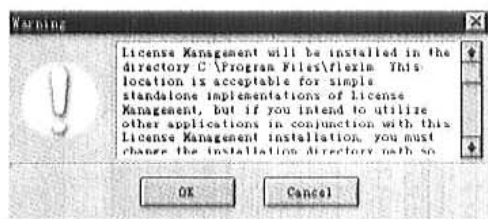
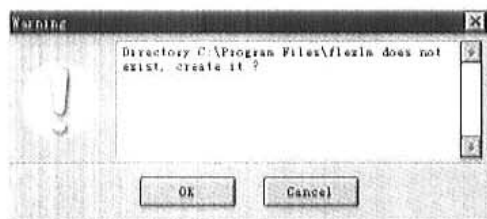

图 1-6 选择路径提示
图 1-7 建立目录提示
(4) 选择路径后, 单击 Next 按钮, 将显示如图 1-6 所示的提示框。单击 OK 按钮接受建议, 将显示如图 1-7 所示的提示框, 告诉用户路径尚未存在, 是否建立。